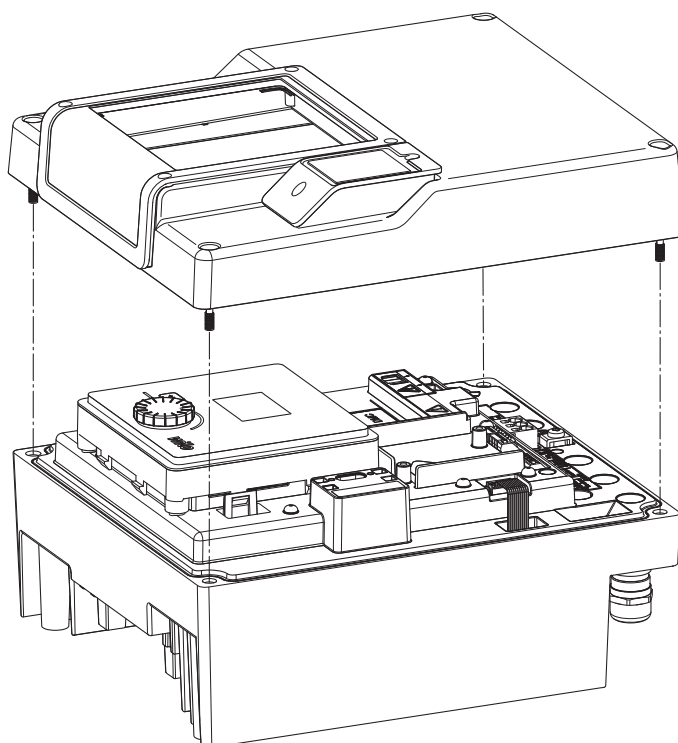

Fig. 45: Elektronikos modulio dangčio atidarymas
- Atidarykite elektronikos modulio dangtį. (Fig. 45).